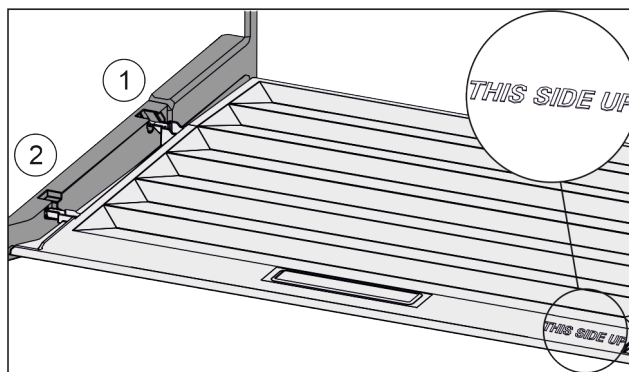

Fig. 162
- ▶ Anbring dækslets tappe over åbningen i den bageste holder Fig. 162 (1), og lad dem gå i indgreb i forreste holder Fig. 162 (2).